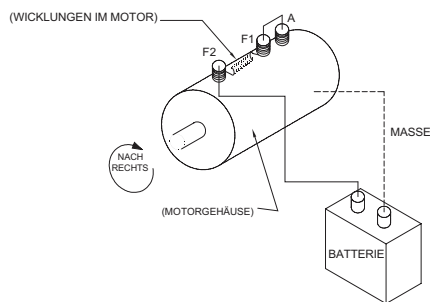

ABBILDUNG 1
2. Ein Kabel (mindestens Stärke 6) zwischen dem Pluspol (+) der Batterie und der Motorklemme F-2 anschließen. Das Minuspolkabel (–) mit Masse am Motorgehäuse verbinden (siehe Abbildung 1). Der Motor sollte nun laufen.